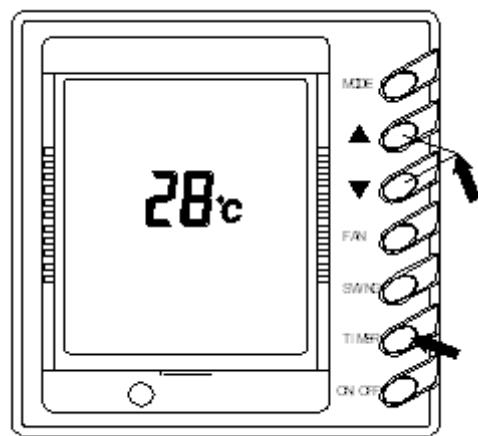

Рис. 2
1) Включение и выключение кондиционера (Рис. 2)
Внимание : На рис. 2 изображен дисплей пульта управления после включения питания, но до включения кондиционера. Когда подключено питание и провод пульта управления, то на дисплее отображается температура в помещении, независимо от того, работает кондиционер или остановлен. В данный момент на дисплее больше ничего не